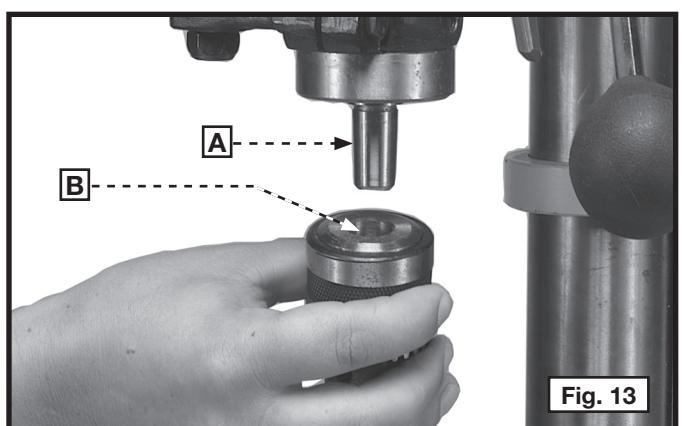

Fig. 13
IMPORTANTE: Limpie la parte estrecha del eje (A) Fig. 13 y el agujero estrecho en el portabrocas (B) de manera que no contengan grasa, esmalte o recubrimientos para prevenir óxido.